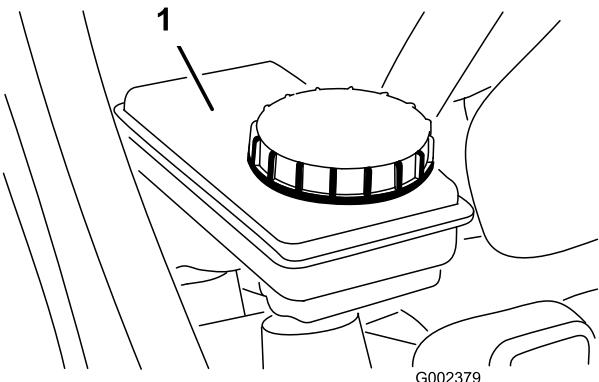

Figura 24
2. Il livello del fluido deve raggiungere la linea di pieno sul serbatoio (Figura 24).